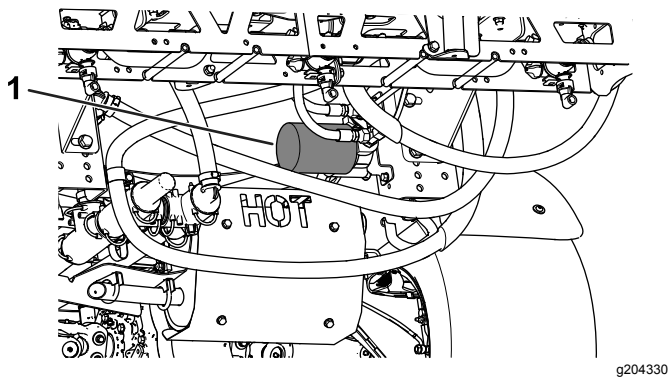

Bild 52
4. Entfernen Sie den Filter (Bild 52).